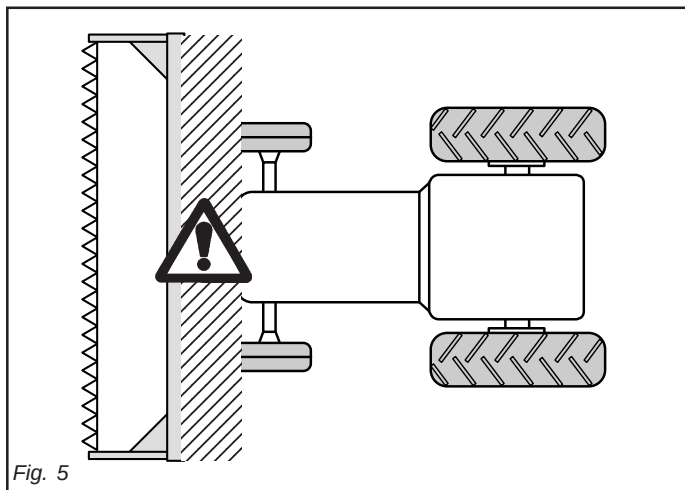

Fig. 5
- 29) È assolutamente vietato interporre tra il trattore e l'attrezzatura (Fig. 5) con motore acceso e cardano inserito nonché senza aver azionato il freno di stazionamento ed aver inserito, sotto le ruote, un ceppo o un sasso di bloccaggio.
- 33) È assolutamente vietato interporre fra il trattore e l'attacco per manovrare il comando dall'esterno per il sollevamento (Fig. 5).